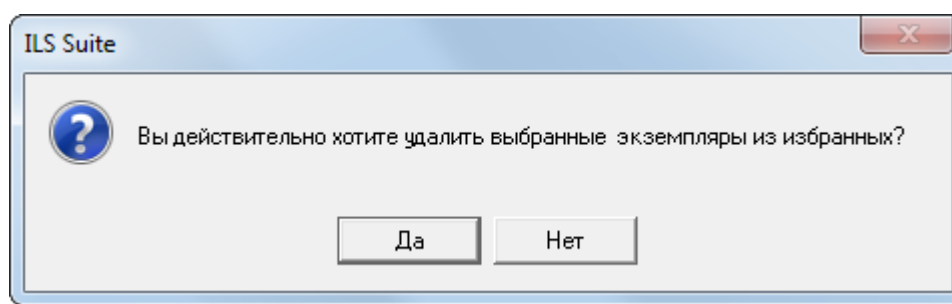

Рис. 9-37 – Окно подтверждения
4) В открывшемся диалоговом окне нажать кнопку «Да» для подтверждения действия (рис. 9-37).